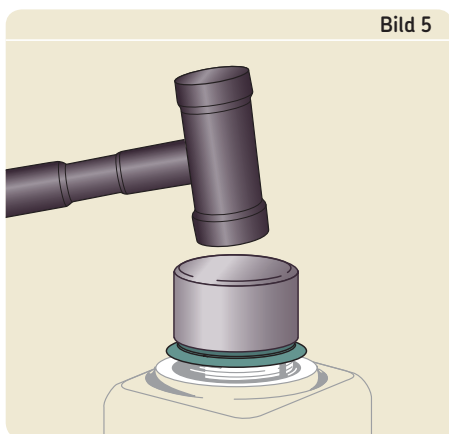

Bild 5
- 8 Die SKF Speedi-Sleeve Wellen-Reparaturhülse mit leichten, zentrischen Schlägen gegen die Montagekappe auf die Welle auftreiben (→ Bild 5). Falls die Montagekappe zu kurz ist, kann stattdessen ein Rohrstück verwendet werden. Das Rohrstück muss ein ebenes und gratfreies Ende aufweisen; der Innendurchmesser sollte dem der Montagekappe entsprechen. Darauf achten, dass die Funktionsfläche der Hülse nicht beschädigt wird.